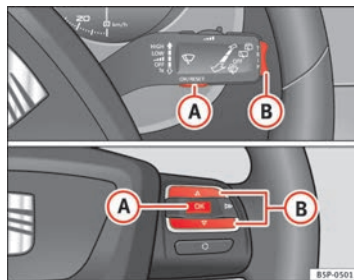

Fig. 39 Botões basculantes A e B. Comandos no volante.
Quando se aproxima o prazo para mandar realizar um serviço, aparece um **pré-aviso de serviço**. É visualizado o símbolo de uma «chave de fendas» e a indicação «km» com a quilometragem que falta até ao próximo serviço a realizar. Ao fim de cerca de 10 segundos a indicação é mudada. É visualizado um «símbolo do relógio» e o número de dias até à realização do próximo serviço. No visor* do painel de instrumentos aparece a seguinte mensagem: **SERV. EM... KM OU... DIAS**. Cerca de 20 segundos depois de se ligar a ignição ou do motor estar a trabalhar, apaga-se a mensagem da revisão. Premindo o botão de retorno a zero do conta-quilómetros parcial ou premindo o interruptor basculante do MFA ⇒ fig. 39 ⑧, pode-se regressar ao indicador normal.
- Com a ignição ligada, premir brevemente o botão $\Rightarrow$ página 63, fig. 39 **A** do manípulo do limpa-vidros para mudar de uma memória para outra ou premir o botão **A** dos comandos no volante $\Rightarrow$ página 63, fig. 39.